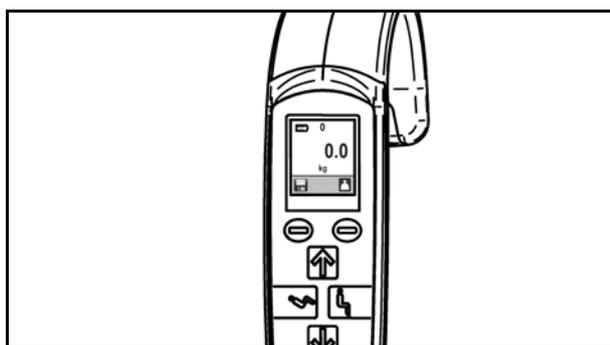

Fig. 61
3. Appuyer sur le bouton Pèse-personne pour le mettre à zéro. L'écran affiche alors le poids zéro (voir Fig. 61).